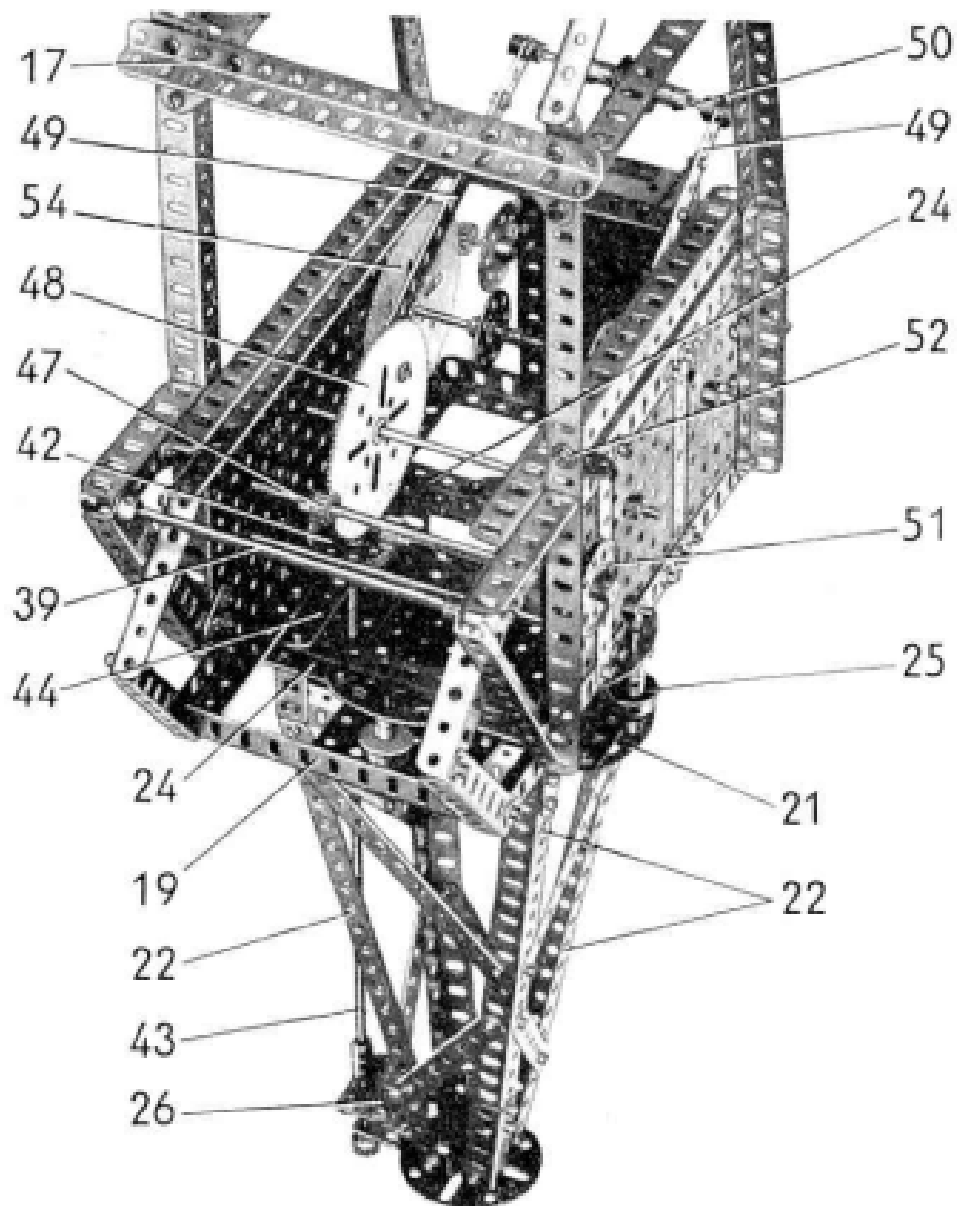

Fig. 4.
**Rotation de la grue.** — La rotation est commandée par une manivelle (41) (fig. 3). Cette manivelle, formée par une roue barillet munie d'une cheville filetée est bloquée à l'extrémité d'une tringle de 16,5cm qui passe dans les parois de la cabine et porte un pignon de 19 dents (fig. 4). Celui-ci entraîne une roue de champ de 50 dents (42). La tringle (43) qui porte la roue (42) est